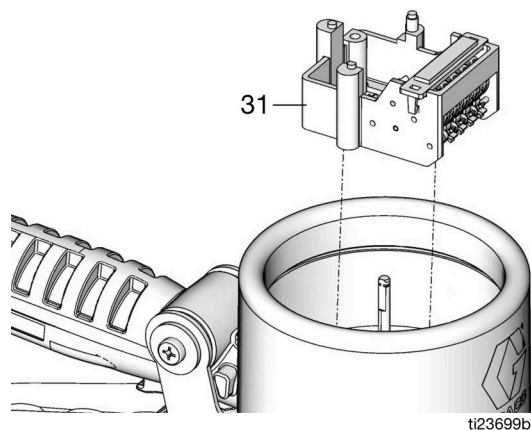

ABB. 19
- Die komplette Zählereinheit (31) abnehmen (ABB. 19).